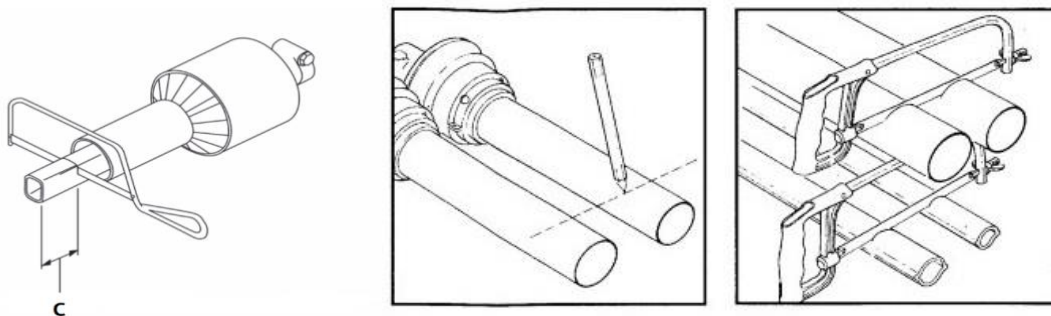

Рис. 4. Габариты отрезаемой части.
3.4 Расчет величины укорачивания С (по Рис. 4)